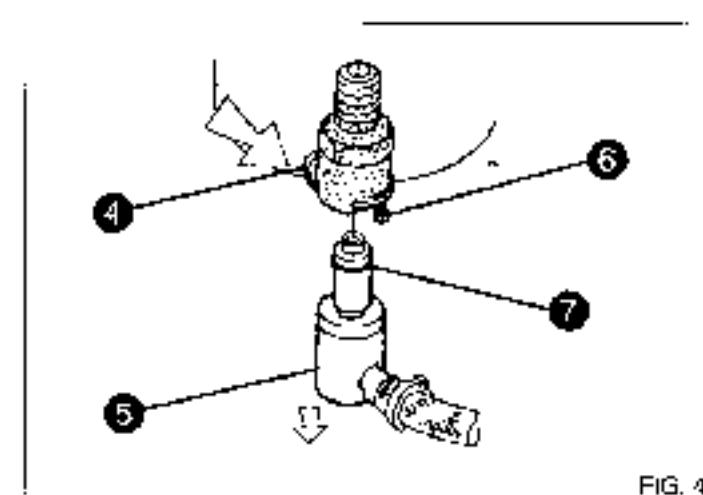

FIG. 4
- FIG. 4**
Il rimontaggio del codolo a "gomito" della tubazione con il pernello non completamente esteso, potrebbe danneggiare l'anello OR (7) Fig. 4 pag. 29 pregiudicandone la tenuta con conseguente rischio di perdite di carburante.
Fitting the elbow connection while the pin is partly retracted could damage O-ring (7) (Fig. 4, page 29) and result in fuel leakage.
Le montage du raccord coude de la canalisation sans que la petite tige ne soit complètement étendue pourrait endommager le joint torique (7) fig. 4 page 29 et compromettre ainsi l'étanchéité avec un risque de fuites de carburant.
Wenn der Sperrzapfen nicht vollständig ausgeschoben ist, kann bei Wiedereinbau des Winkel-Engstücks der O-Ring (7, Fig.4, Seite 29) beschädigt werden. Die Dichtigkeit wird beeinträchtigt, Benzin kann austreten.
El remontaje del codo de unión de la tubería con el perno no completamente extendido, podría dañar el anillo OR (7) Fig. 4 pág. 29 perjudicando su sellado con consiguiente riesgo de pérdidas de combustible.